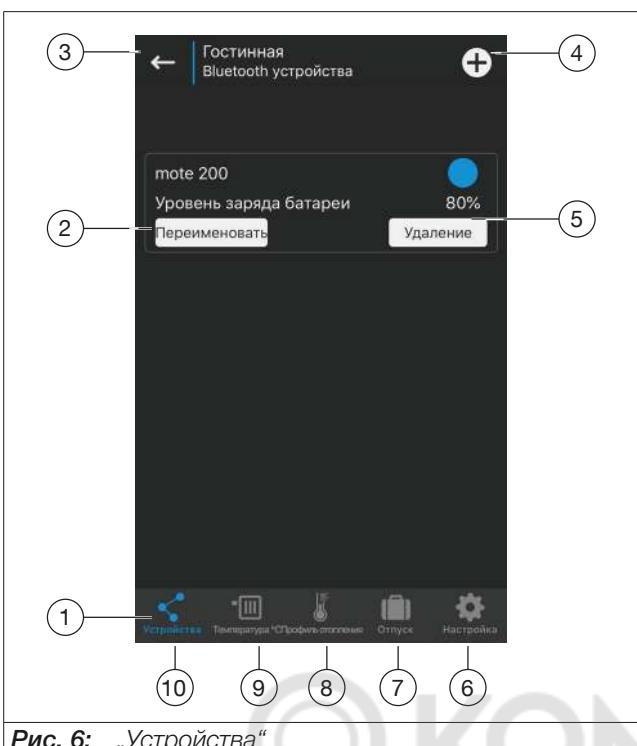

Рис. 6: „Устройства“
<p>Вы можете задать профиль нагрева для каждого созданного помещения. Если в меню „mote 200 HOME“ нажать на соответствующее помещение, появится меню, показывающее устройства, закрепленные за помещением. (меню „Устройства“)</p> <p>Главное меню (поз. 1, рис. 6 на стр. 11) открывает меню „Устройства“, „Температура“, „Профиль нагрева“, „Профиль отпуск“ и „Настройка“.</p>
(Поз. 10, Рис. 6 на стр. 11)
(Поз. 9, Рис. 6 на стр. 11)
(Поз. 8 , Рис. 6 на стр. 11)
(Поз. 7, Рис. 6 на стр. 11)
(Поз. 6, Рис. 6 на стр. 11)
- Если вы хотите удалить программирование, действуйте, как описано в п. Рис. 6 на стр. 11. Продолжайте повторное использование, как описано в п. 6 на стр. 8 и Рис. 1 на стр. 7.